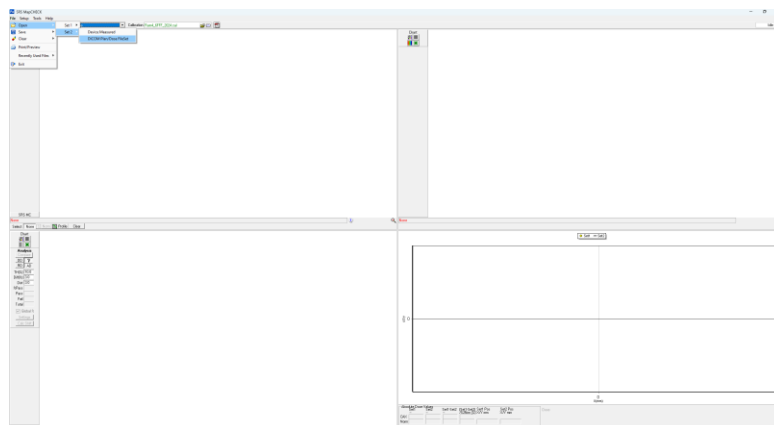

Bild 3. Lägg till den beräknade dosen till referensfältet.
Lägg till den beräknade dosen för referensfältet (Bild 3):
- Klicka OK och skriv in koordinaterna 0,0,0 (Bild 3,4).